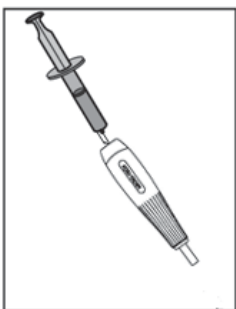
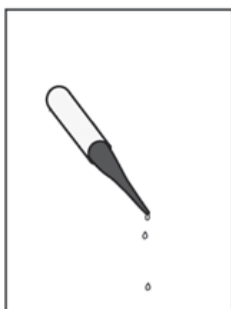

Fig 3a
Fig. 3b
- É aconselhável lavar a entrada luer ou pega traseira(porta do fio guia) do sistema de Implantação do stent com uma seringa de solução salina de 10 cc para expulsar o ar. (Consulte a Fig.3a、 3c) Continue a lavar até que a solução salina flua para fora da ponta do cateter distal. (Consulte a Fig. 3b、 3d)